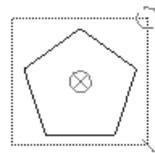

图 2.6.10 操作图
Step 2 单击 **草绘** 功能选项卡 **操作** 区域中的  按钮，然后单击  按钮；再在绘图区单击一点以确定草图放置的位置，则图形区出现图 2.6.10 所示的图元操作图和“旋转调整大小”操控板。Creo 在复制二维草图的同时，还可对其进行比例缩放和旋转。